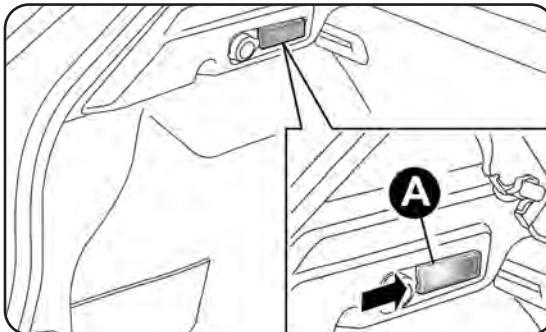

fig. 145
- abra el maletero y extraiga el plafón A-fig. 145 actuando en el punto indicado por la flecha;
- vuelva a montar el plafón A-fig. 145 introduciéndolo en su posición correcta, primero por un lado y después, presionando el otro lado hasta oír el "clic" de bloqueo.